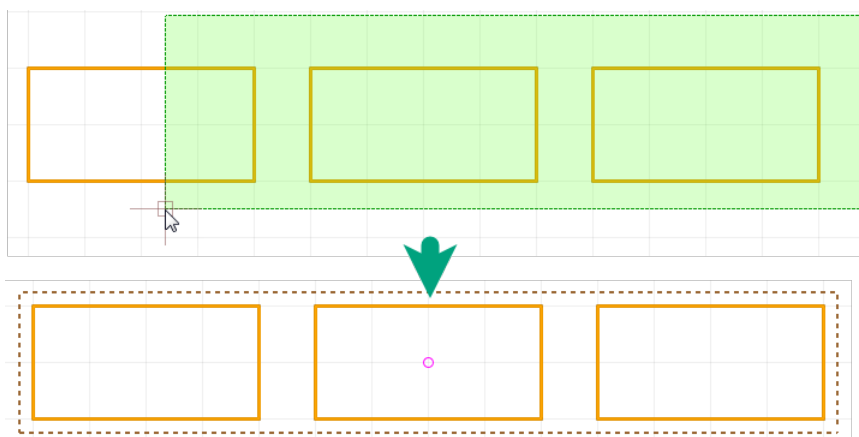

Рис. 430 Групповой выбор объектов областью с помощью инструмента «Выбрать»
- С помощью инструмента «Выбрать», удерживая левую кнопку мыши, разместите прямоугольную область, поместив в нее объекты, которые необходимо выбрать группой, см. Рис. 430.